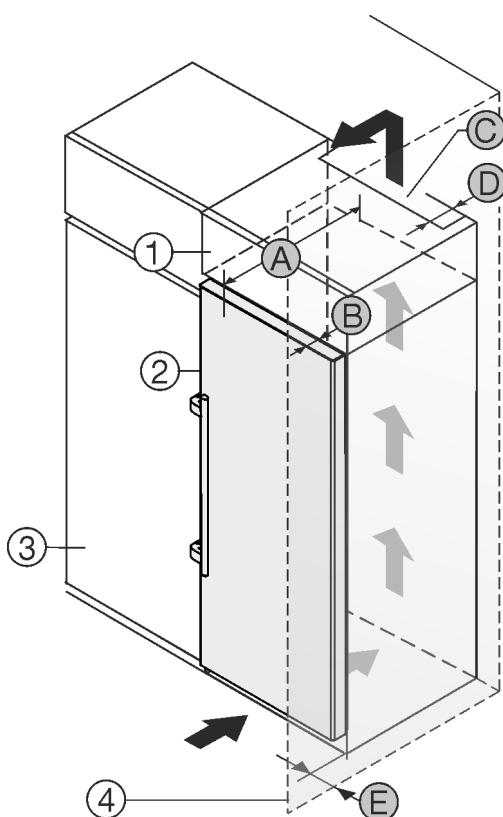

Fig. 2
- (1) Dollapi i montimit \*
(2) Pajisja \*
(3) Dollapi i kuzhinës \*
(4) Muri \*
- Ju mund ta instaloni pajisjen direkt ngjitur me dollapin e kuzhinës Fig. 2 (3).\*
- Në faqen e pasme të dollapit së montimit duhet të ketë një hapësirë ajrimi me thellësi Fig. 2 (D) në të gjithë gjërësinë e dollapit të montimit.\*
Nën mbulesën e hapësirës duhet respektuar seksioni tërthor i qarkullimit të ajrit Fig. 2 (C).\*
Nëse instaloni pajisjen me mentesha pranë një muri Fig. 2 (4), atëherë duhet që distanca midis pajisjes dhe murit të jetë të paktën 57 mm. Kjo përkon me zgjatimin e dorezës kur dera është e hapur.\*
Në mënyrë që dera të mund të hapet plotësisht, duhet që pajisja të dalë jashtë përpara kanatit të dollapit të kuzhinës sa thellësia e derës Fig. 2 (B). Në varësi nga thellësia e dollapëve të kuzhinës Fig. 2 (3) dhe përdorimi i ruajtësve të distancës nga muri, pajisja mund të dalë më shumë përpara dollapit.\*